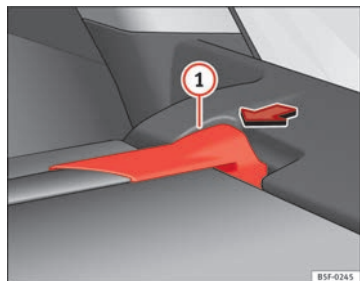

Fig. 95 En el maletero: desmontar la bandeja portaobjetos
- Presione el soporte de la bandeja portaobjetos ⇒ fig. 95 ① en el sentido de la flecha.
- Encaje el soporte de la bandeja portaobjetos ⇒ fig. 95 ① en el alojamiento derecho.
- Compruebe si el soporte ⇒ fig. 95 ① ha encastrado correctamente.